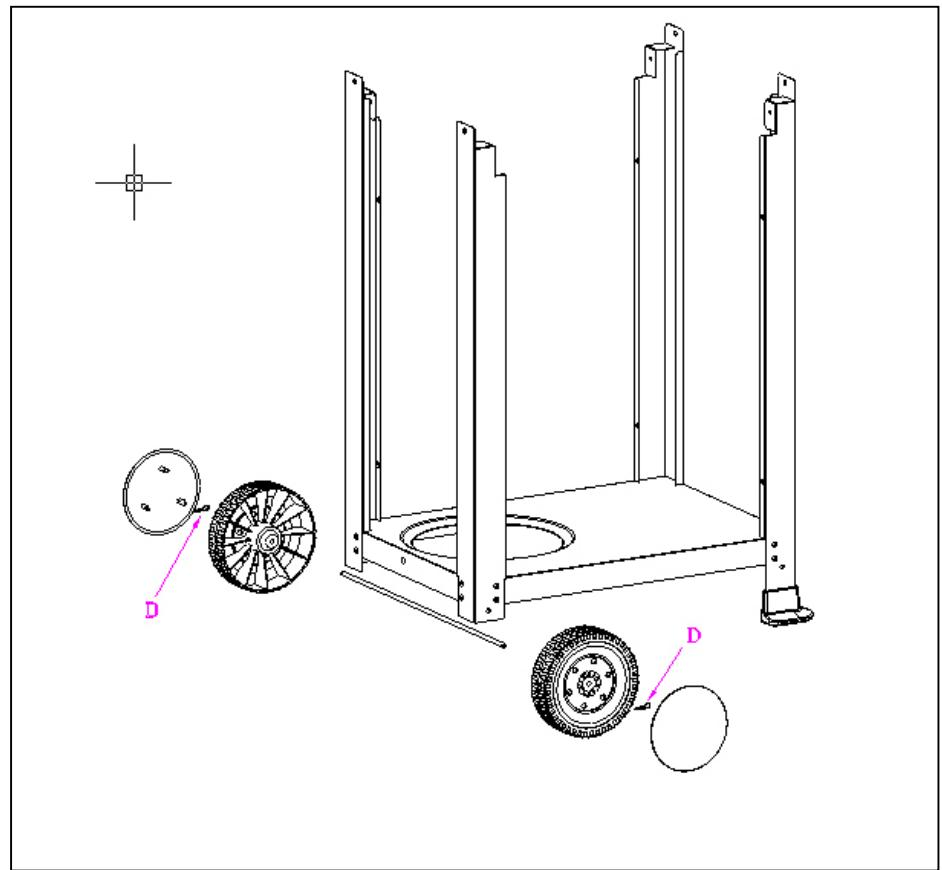

Abbildung 2
2. Verbinden Sie die Radbefestigung mit den Splinten (Typ D). Montieren Sie die Räder und die Achse an den Füssen (Abb. 2).